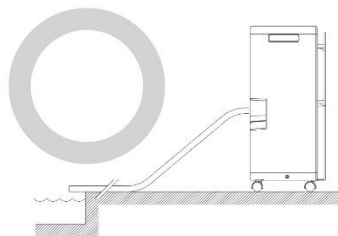

Abb. 2
- 3.6. Ordnungsgemäßer Ablauf des Kondenswassers bei Schlauchanschluss ! Achten Sie darauf, dass der Schlauch immer ein leichtes Gefälle aufweisen muss (siehe Abb. 2 und Abb. 3).